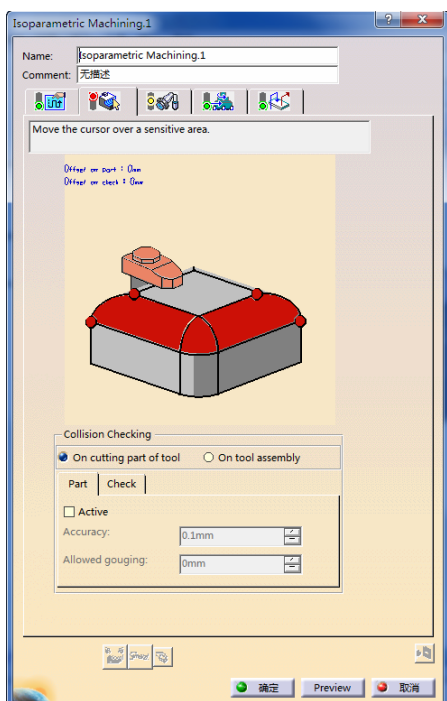

图 4-47 “Isoparametric Machining.1”对话框 (1)
在特征树中选择“Manufacturing Program.1”，选择下拉菜单“插入”→“Machining Operations”→“Multi-Axis Machining Operations”→“Isoparametric Machining”命令，或者单击“Machining Operations”工具栏上的“Isoparametric Machining”按钮，弹出“Isoparametric Machining.1”对话框 (1) 如图 4-47 所示。